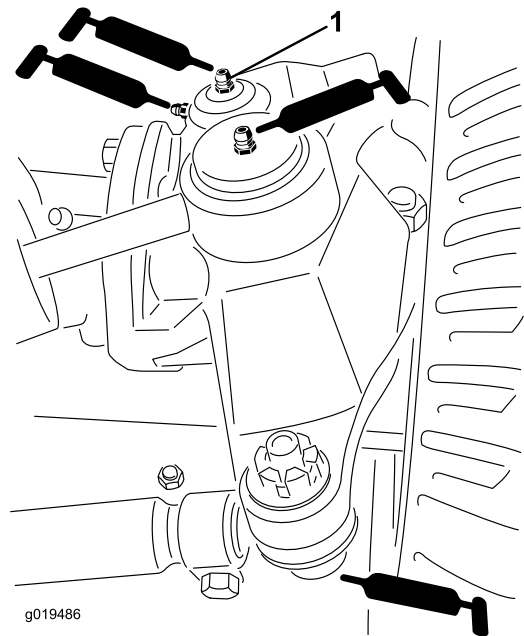

Figura 45
- Tirante del eje trasero (2) (Figura 45).
- Articulaciones esféricas del cilindro de dirección (2) (Figura 45).
- Casquillos del pivote de dirección (2) (Figura 45). **El punto de engrase superior del pivote de dirección debe lubricarse solamente cada año (2 aplicaciones).**